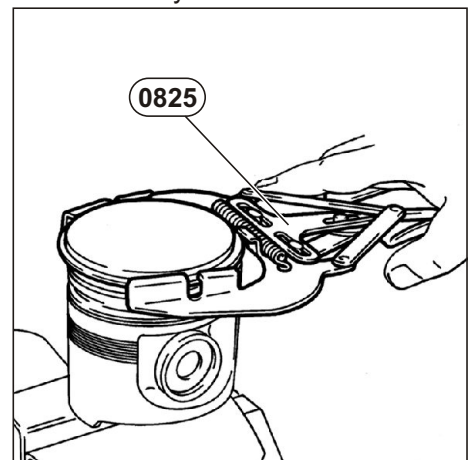

Рис. 43. Снятие колец поршневых.
1. Снять кольца поршневые (8), используя приспособление 0825 (см. Рис. 43).
3. Спрессовать пальцы (7).
4. Отделить головки поршней (9) от юбок (11).
2. Собрать поршень с кольцами поршневыми, используя приспособление 0825 (см. Рис. 43):